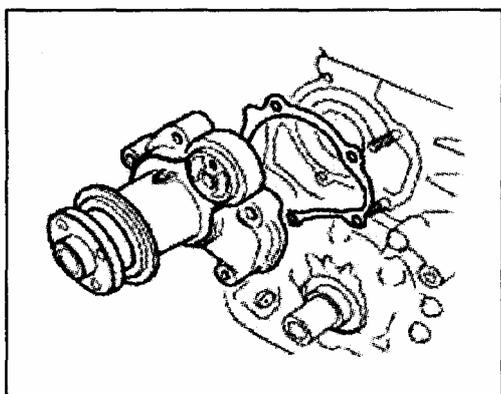

Рис. 288
- 5) Снимите 4 болта крепления, затем снимите водяной насос в сборе (Рис. 288).